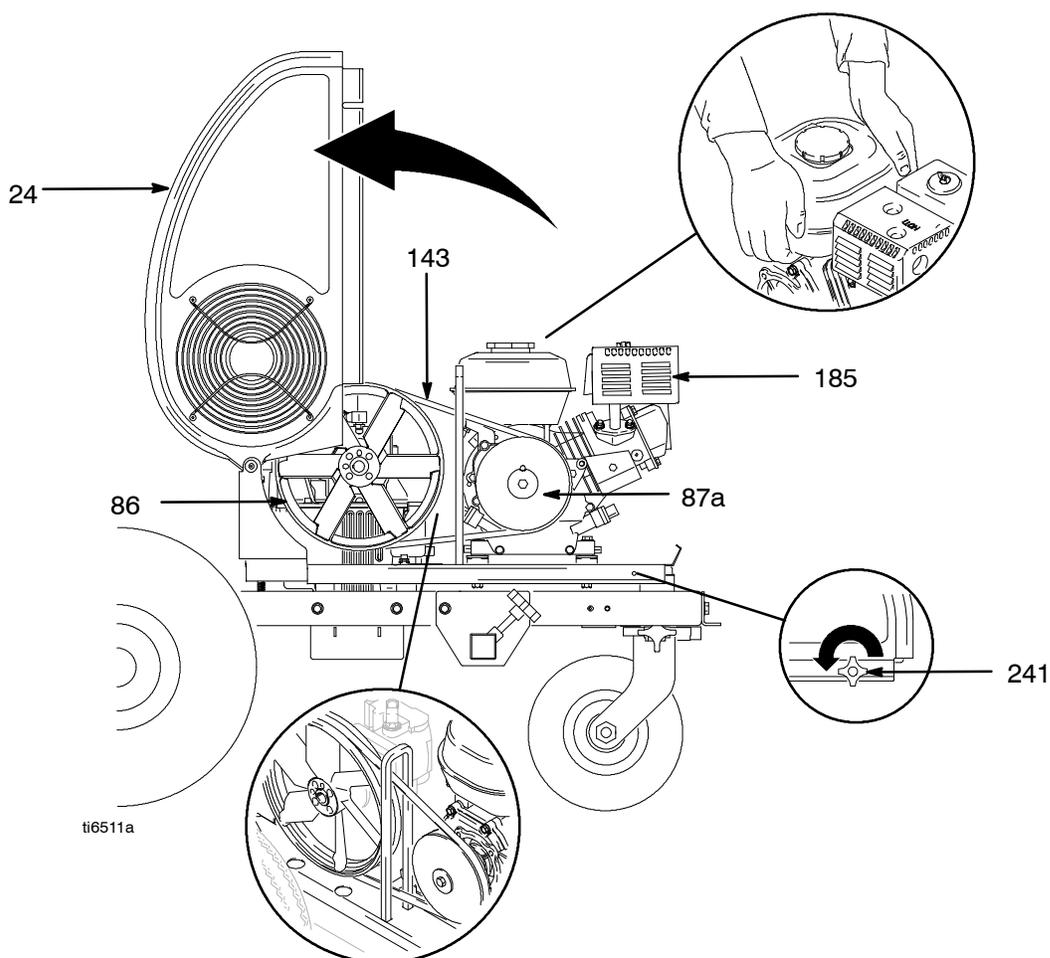

Fig. 5
2. Fig. 5. Desserrer le bouton du carter de courroie (241).
3. Faire pivoter le carter (24) vers le haut.
4. Soulever le moteur (185) pour détendre la courroie (143).
5. Enlever la courroie des poulies (86) et (87a) du ventilateur.